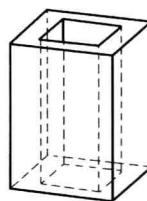

图 1-22
(2) 隐藏线可见 可以看到在当前视角被模型遮住的边线，但是以灰色显示，如图 1-22 所示。